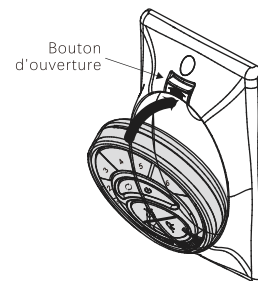

Fig.19
**Étape 1.** Insérez le transmetteur dans la plaque murale en insérant d'abord le bas de le transmetteur, puis en pressant le haut de le transmetteur dans la poche. Le transmetteur fonctionnera pleinement à partir de cet emplacement ou vous pouvez retirer le transmetteur et l'utiliser comme appareil portable. (Fig.19)